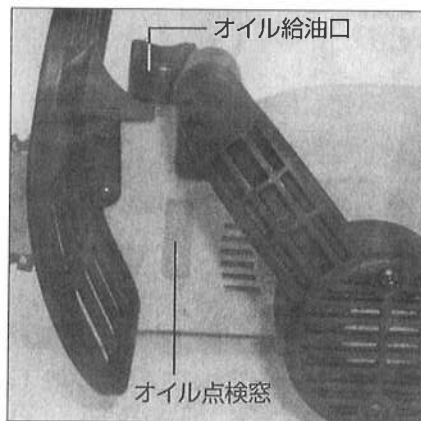

図10
- オイルの残量確認は残量確認窓でおこなってください。(図10参照)